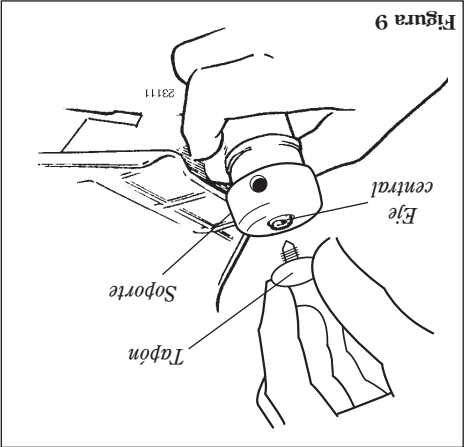

Figura 9
1. Con el eje de salida de la caja de engranajes cara arriba, gire el eje central y el soporte hasta que la muesca en el borde de la caja de engranajes y luego asegure el soporte a la caja de engranajes insertando el lado más largo de la llave hexagonal a través de ambas muescas. Consulte la figura 9.